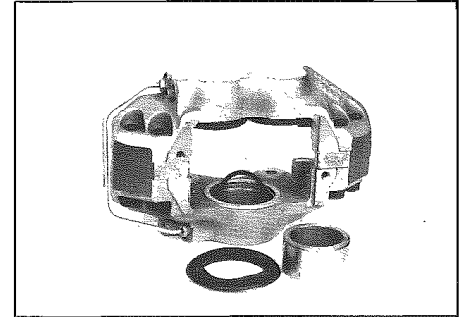

Fig. 11 - Montare nuove guarnizioni
- Montare nuove guarnizioni sui cilindri (**Fig. 11**): Ungere guarnizione, parapolvere, pistoni e cilindri con olio per freni.
- Fit new gaskets on cylinders (**Fig. 11**): Lubricate gasket, dust cap, pistons and cylinders using brake fluid.